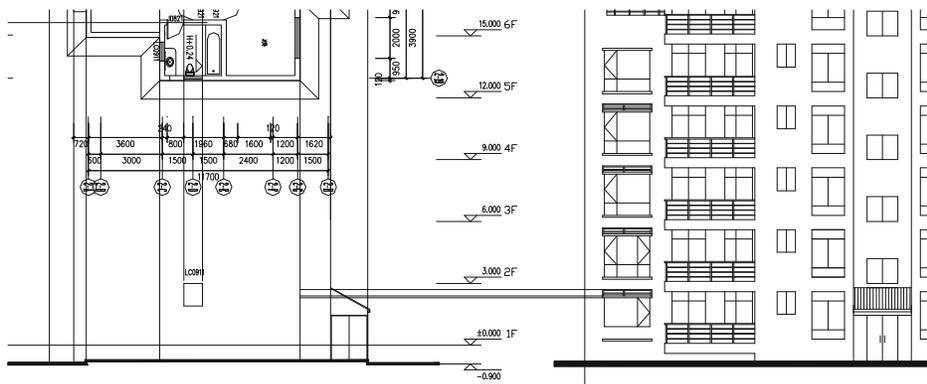

图 12-1-53
**STEP 10** 使用绘制直线命令 LINE 从右边的②-①立面引出窗户顶上栏杆高的辅助线，其宽度为 600，可见二~五层平面，如图 12-1-53 所示。